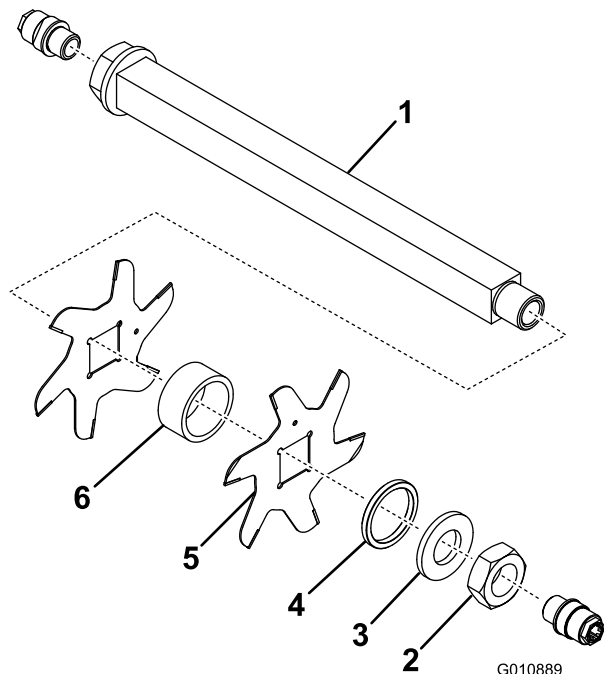

图11
3. 依次取下小隔片、垫圈、刀片以及大隔片。清洁该方形轴，然后涂抹上一薄层润滑脂进行润滑，使组装更加容易（图11）。